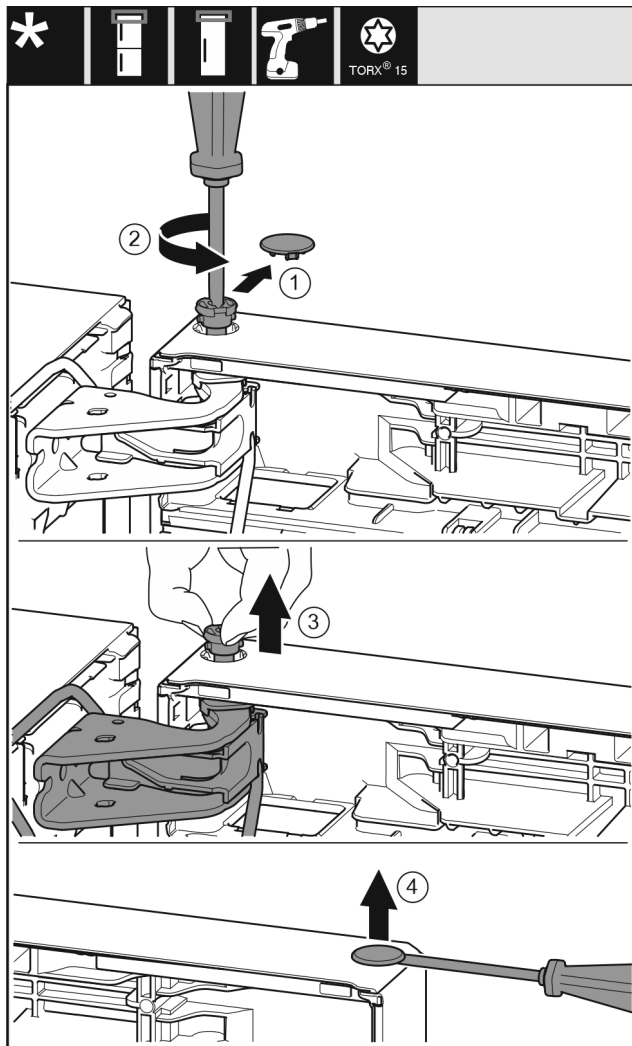

Fig. 20
- ▶ Обережно зніміть запобіжну кришку. Fig. 20 (1)
- ▶ Трохи викрутіть гвинт за допомогою викрутки T15. Fig. 20 (2)
- ▶ Притримуйте дверцята і витягніть палець руками. Fig. 20 (3)
- ▶ За допомогою шліцевої викрутки обережно підійміть пробку із опорного втулка дверцят та витягніть її. Fig. 20 (4)